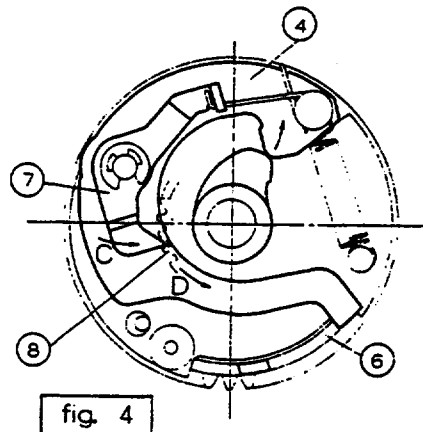
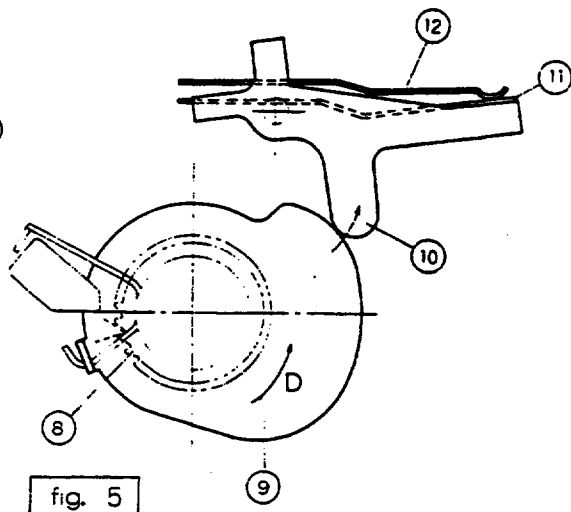

fig. 4
fig. 5
この時、クラッチレバー④に取付けられている終端swラチェット爪⑦が、Fig. 4の如くC方向に動き、終端swラチェットホイール爪⑧の爪と噛み合う。
クラッチレバー④がFig. 4の如く、巻上げクラッチ⑤にのり上げて行くと、終端swラチェット爪⑦が終端swラチェットホイール爪⑧をD方向に回し、⑧に圧入されている終端sw板⑨を同方向に回す。(Fig. 5参照)
巻戻しセット時：巻戻しノブ 1 及び 2 を操作し、巻戻しを行なうと、巻上機構（巻戻し時）で説明した如く、ギア①と⑨が噛み合い、この回転がアイドルギア⑩、⑪、⑫を介し、ギア⑬へ伝達されギア⑬は D 方向に回転する。(fig.4)